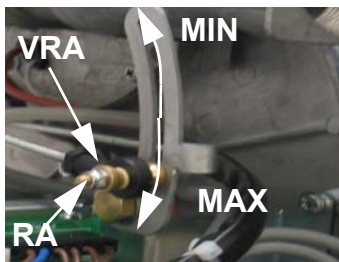

Fig. 51
- 4 Spostare la camma di alta fiamma del servocomando per far aprire di pochi gradi il servocomando stesso. Il servocomando fa aprire la valvola a farfalla gas, tramite il leveraggio L e contemporaneamente fa aprire la serranda aria, tramite la camma asolata di Fig. 51
- 5 Se necessario, dopo aver verificato che la combustione rispetti i parametri consigliati in tabella del paragrafo "Potenza di accensione" a pagina 36. Regolare la posizione della serranda aria agendo sulla camma asolata (vedi Fig. 51)